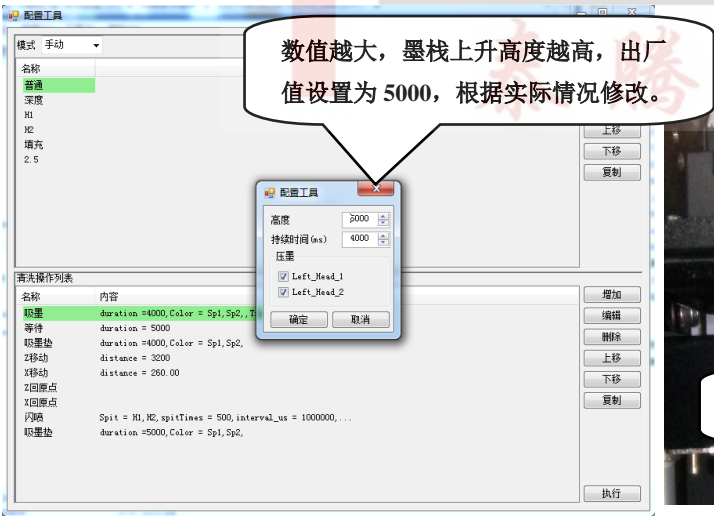
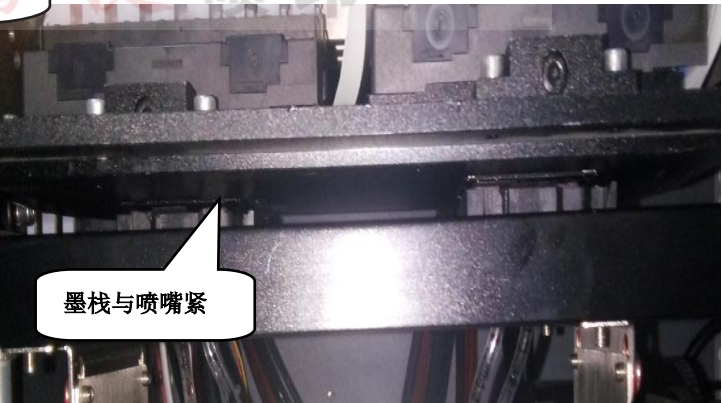

图 7.7 吸墨项内容
图 7.8 吸墨过程
2、鼠标左键双击吸墨调整内容如图 7.7 设置确定。设置完成后鼠标左键单击吸墨—>执行，墨栈上升，墨栈与喷嘴紧贴，吸墨泵工作。如图 7.8。